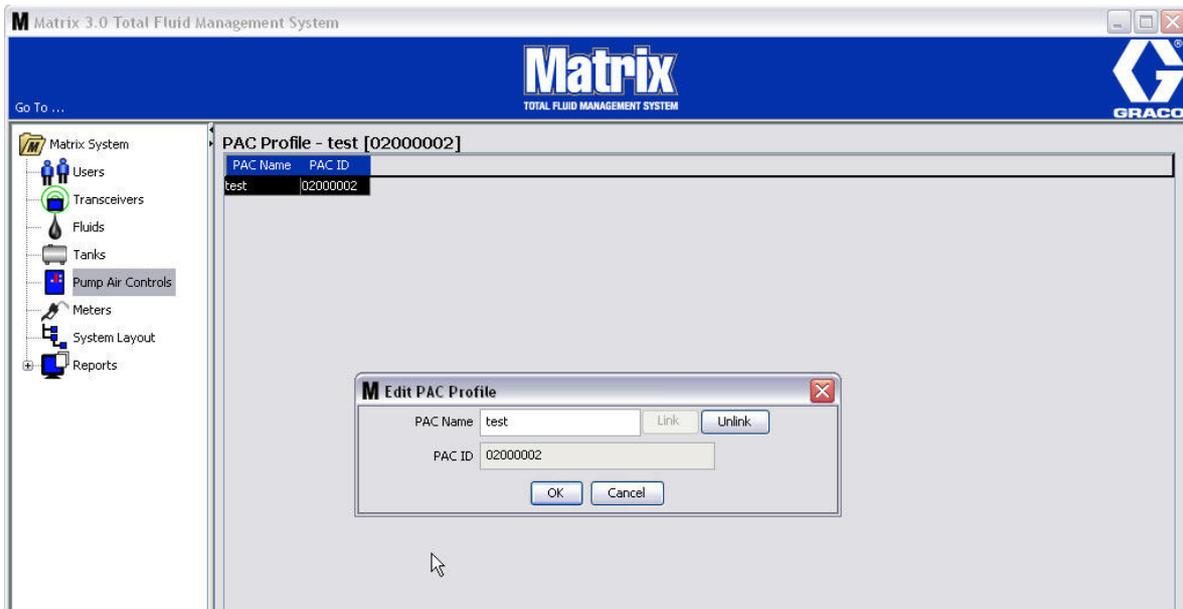

Рис. 84
8. Появится окно «Edit PAC Profile» [Редактировать профиль регулятора пневматического насоса] Рис. 84. Чтобы изменить имя регулятора пневматического насоса, укажите новое в поле «PAC Name» [Имя регулятора] и нажмите кнопку «OK» [ОК], чтобы закрыть окно и сохранить изменения.